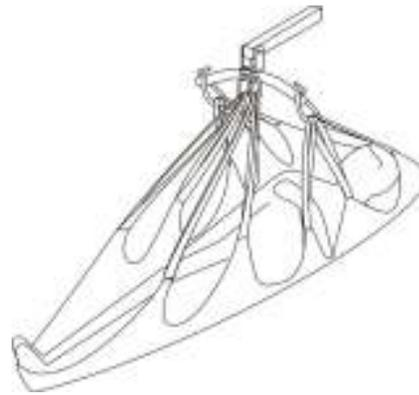

Figura 24. Forma de poner el arnés tipo camilla.
- ✓ Por último Ubique las reatas de la espalda en los extremos laterales de la percha y ubique las reatas de las piernas en los dos ganchos centrales de la percha. (ver figura 24)